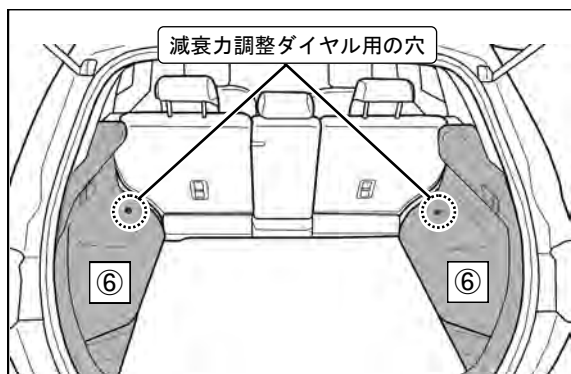

図4-1
- ⑥トランクサイドトリムを取付け、減衰力調整ダイヤル用の穴を開けてください。(図4-1・4-2)
- ⑥トランクサイドトリムを一度取外してください。(図4-1)
9. ⑥トランクサイドトリムを取付けてください。（図4-1）
本製品は、フロントサスペンションASSYがストラットタイプ、リアショックアブソーバASSYが標準タイプとなっています。リアの減衰力調整は、トランクサイドトリム（図4-1）に減衰力調整ダイヤル用の穴を開け、減衰力調整ダイヤル（同梱品）で行ってください。調整時以外は、グロメット（同梱品）を取付けてください。